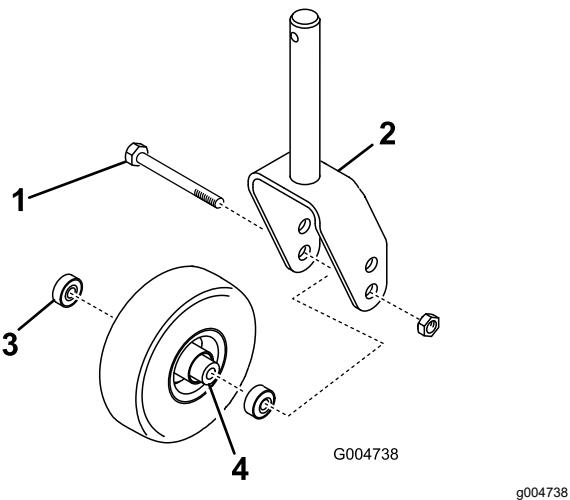

Figura 22
2. Retire la contratuerca del perno que sujetla el conjunto de la rueda giratoria en la horquilla (Figura 22). Sujete la rueda giratoria y retire el perno de la horquilla o del brazo de pivote.
3. Retire el cojinete de la rueda y deje que se caiga el suplemento del cojinete (Figura 22). Retire el cojinete del otro lado de la rueda.